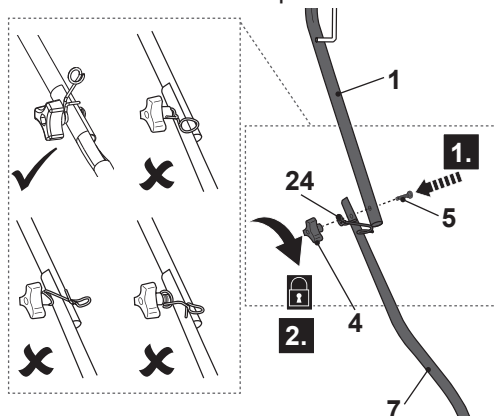

Fig. 2
1. Segure o guiador superior (1) com alavanca do travão (2) voltada para cima. Alinhe os orifícios de montagem do guiador superior (1) e do guiador inferior (7).
2. Passe o parafuso de montagem pelos orifícios de montagem até o fim (Fig. 2, etapa 1).
3. Coloque o gancho para a alça de arranque de recuo (24) com seu pino posicionado no lado superior da barra de manivela superior (1) e prenda-o girando o botão de montagem (4) através da rosca do parafuso de montagem (5) (Fig. 2, etapa 2).